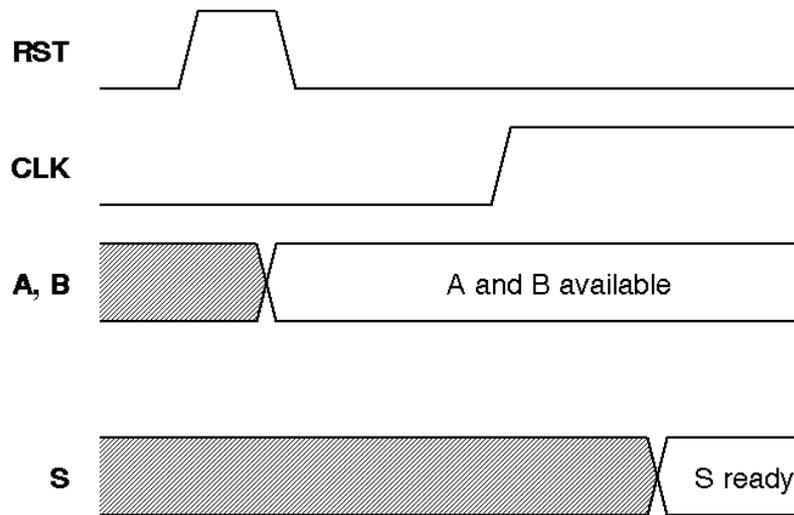

Figure 2
- ❷ Proposer deux circuits implémentant l'équation (1), sans créer de boucle combinatoire, pour des opérandes de seize bits, et donner les codes VHDL correspondants. Une solution doit être combinatoire et l'autre séquentielle (pour ce cas-ci, respecter le timing de la figure 2). Il est interdit d'utiliser deux additionneurs en série.